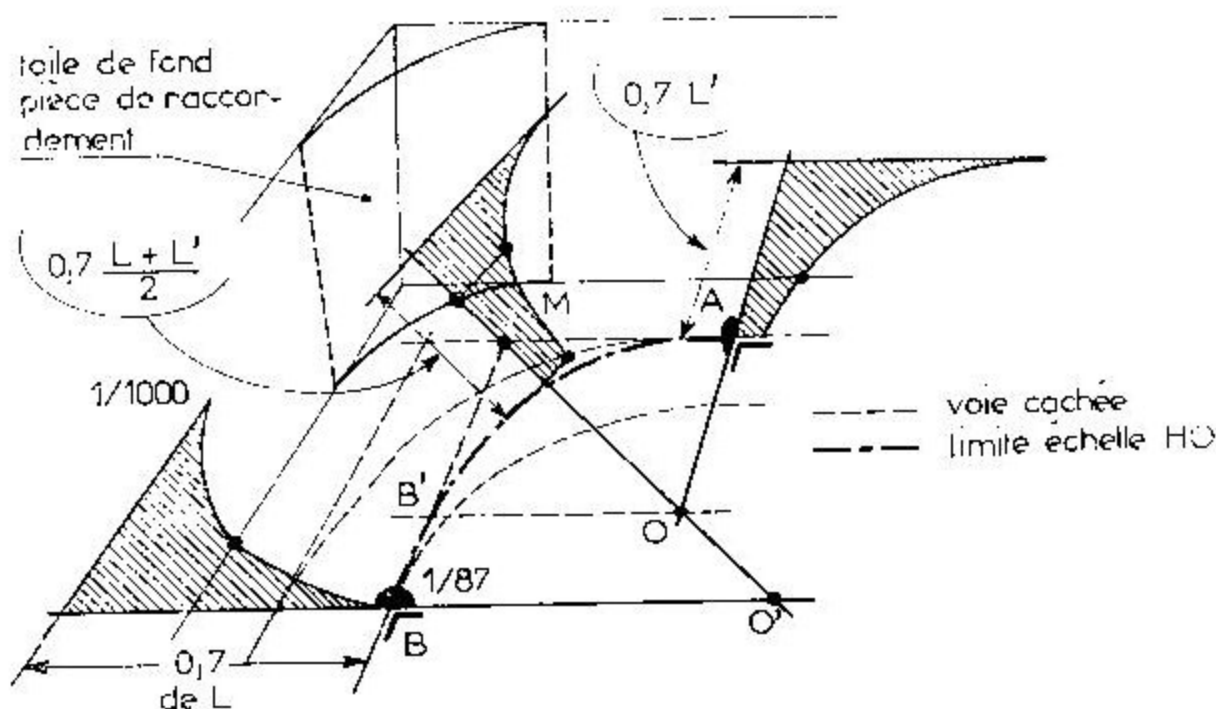

Fig. : 24
I. — Angle concave. Soit un angle comprenant deux courbes concaves partiellement cachées (fig. 24).